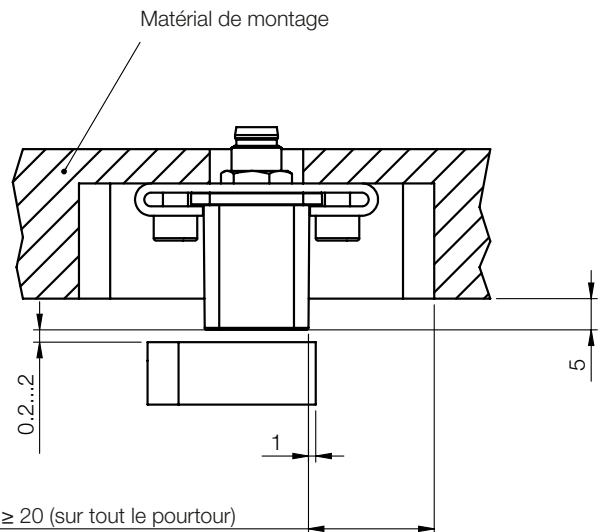

Fig. 4-3 : Dimensions de montage
- Pour minimiser une influence du système de mesure par le matériel de montage, un espace exempt de métal d'env. 20 mm doit être respecté autour de la face sensible du BIP (voir Fig. 4-3). Si, outre le capteur de position, le BIP détecte encore une autre pièce métallique, les signaux de mesure en résultant sont erronés.